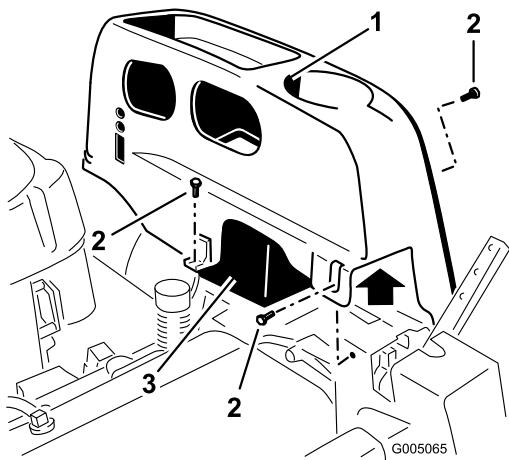

Figure 21
2. Enlevez les vis à tête TORX® (T25) qui fixent le couvercle gauche au châssis, comme illustré à la Figure 21.